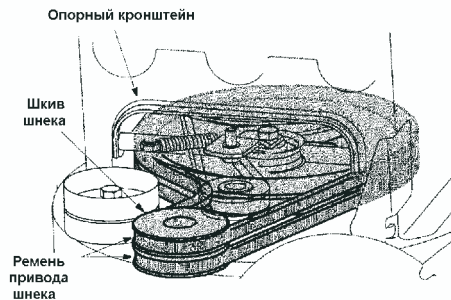

Рисунок 14
6. Стяните передний и задний приводные ремни шнека со шкива. Смотрите рисунок 14.
9. Приподнимите приводной ремень шнека, а затем стащите его со шкива. Повторите это действие с передним приводным ремнем шнека. Смотрите рисунок 14.